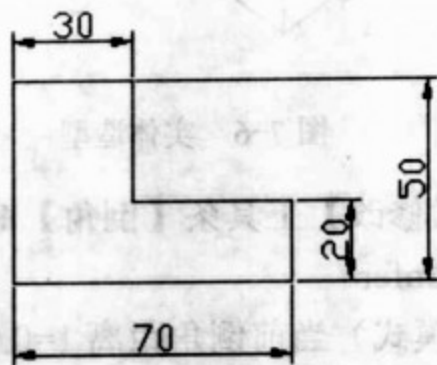

图 7-5 轮廓草图
(1) 在二维环境下，绘出如图 7-5 所示图形。
框选图 7-5 所示图形。
选择图 7-5 所示图形为轮廓草图。